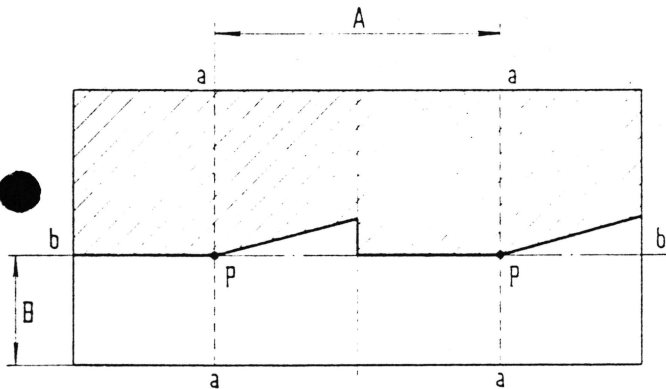

Abb. 105. - Schirm zur Einstellung der Scheinwerfer.
Man zeichnet auf den Schirm (Abb. 105) ein Paar senkrechter Linien a-a im Abstand $A = 1254$ mm entsprechend dem Abstand der Scheinwerfermitte.
Dann zeichnet man die waagrechte Linie b-b in Höhe B, entsprechend der in Abb. 105 angegebenen Höhe vom Boden.
- die waagrechte Linie zwischen hellem und dunklem Feld muss auf der Linie b-b (Abb. 105) verlaufen;
- die um ca. 15° nach oben geneigten Linien müssen in den Schnittpunkten P zwischen den Linien a-a und b-b beginnen (Abb. 105). Eine Abweichung des Punktes P nach aussen darf höchstens $1^\circ 30'$ (gleich 130 mm) betragen.